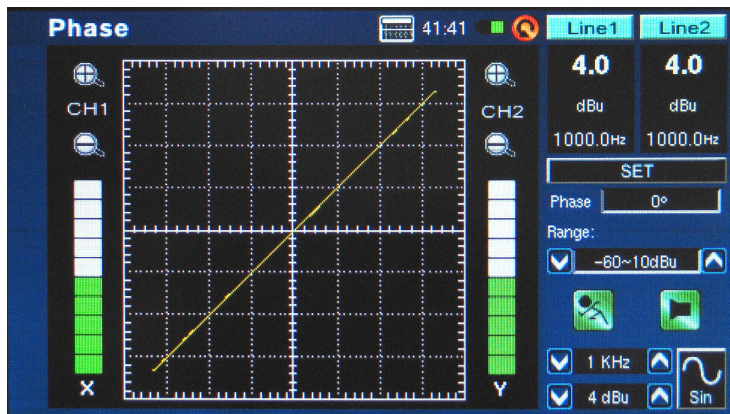

图 51
5. 45°的倾斜线表示拥有完美音场(或相位值为0°)的立体声信号(图51)。任何不同于45°倾斜的即为异相。完全水平的线(平行于X轴)表示两个信号完全异相, Mono时将完全相互抵消。垂直的线(平行于Y轴)表示两个信号Mono时将相当完美。